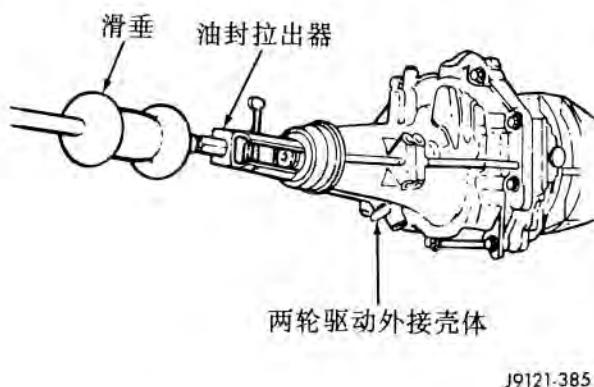

图 8 拆卸两轮驱动型外接壳体油封
(1) 放出变速器润滑油。
(2) 拆下离合器分泵和轴承总成。
(3) 卸下离合器壳螺栓，拆下离合器壳。
(4) 对两轮驱动型来讲，拆下车速传感器，车速表接头和车速表从动齿轮。然后卸下外接壳体油封 (图 8)。